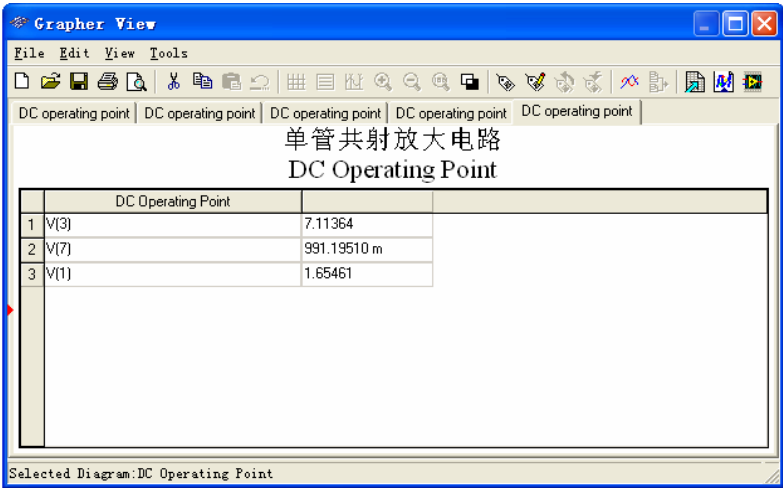
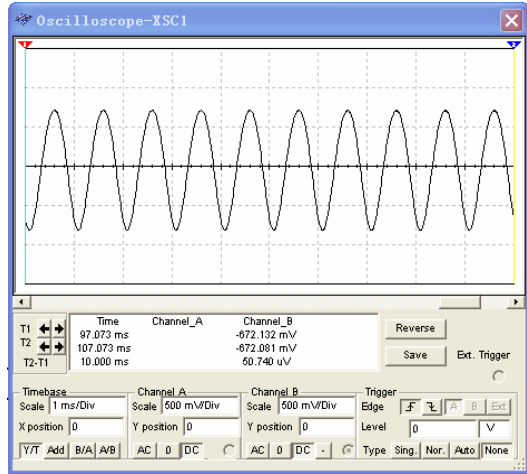
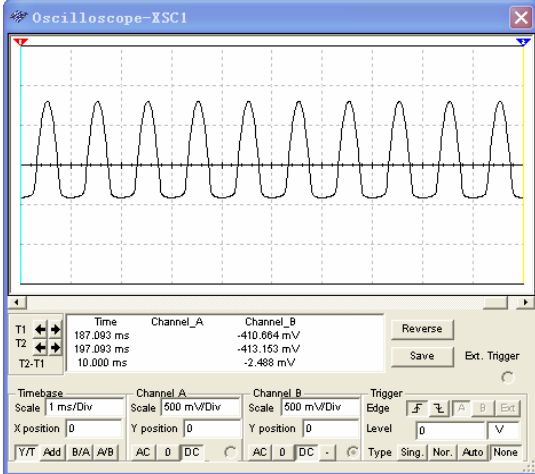

图 14-10 实验电路的静态工作点
图 14-11 R5 为总值 50%时的输出波形
图 14-12 R5 为总值 20%时的输出波形
1) 确定静态工作点。对实验电路的结点 1、3、7（即晶体管的 b、c、e 三极）作直流工作点分析（DC Operating Point），得到如图 14-10 所示的静态工作点（Q 点）分析结果，可知该电路工作在放大区。调整偏置电阻 R1 或 R5 可以改变静态工作点，但 Q 点过高会产生饱和失真，Q 点过低会产生截止失真。图 14-11 和图 14-12 分别显示了 R5 为总值 50%和 20%时对应的输出波形。显然，R5 为总值 50%时输出波形没有失真，而 R5 为总值 20%时